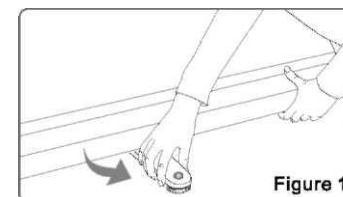

Figure 1
1. Połóż ekran na podłodze, w pozycji przodem do projektora. Wsuń dodatkową stopkę (5) aż znajdzie się w pionie do obudowy ekranu (1). (Figure 1)